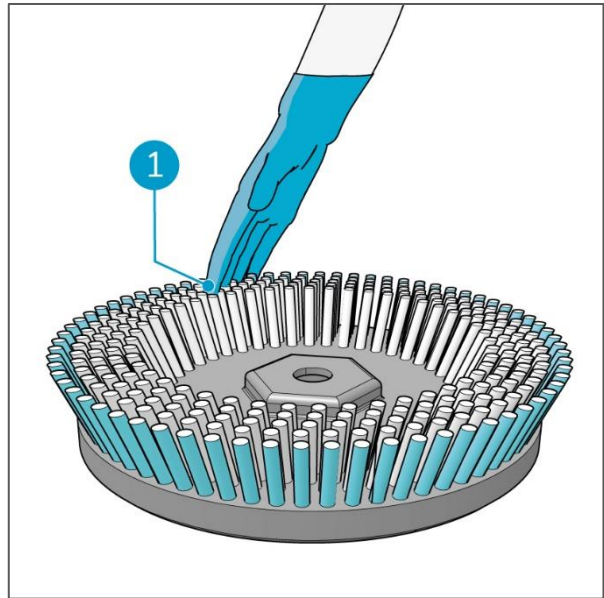

Figura 43
3. Rimuovere con cura a mano i detriti da ciascuna spazzola a disco (Figura 43, pos 1).